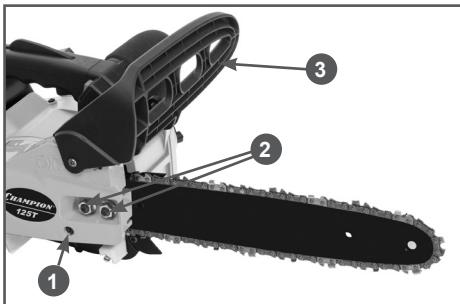

Рис. 2 Снятие крышки шины
- Перед установкой шины и цепи убедитесь в том, тормоз цепи находится в расторможенном положении. Для этого рукоятку тормоза (3) Рис. 2 потяните на себя до щелчка.
- Открутите гайки крепления крышки шины (2) и снимите крышку шины.
- Прокручивая винт шестерни (1) против часовой стрелки, установите палец натяжения цепи в крайнее левое положение.